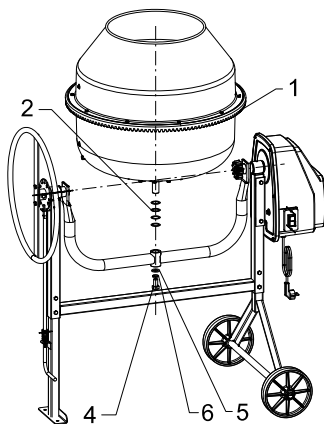

Рис. 12
Показателем для замены зубчатого венца служит износ зубьев зубчатого венца или наличие микротрещин зубчатого венца. При наличии незначительного износа зубчатого венца поз. 1 (рис. 12) зацепление возможно отрегулировать, изъев регулировочные шайбы поз. 2 и уменьшив образовавшийся зазор в зацеплении. Для этого необходимо:
- Отвернуть гаечным ключом болт поз. 4 (рис. 12), снять плоскую шайбу поз. 5 и пружинную поз. 6.
Установить на ось барабана с замененным венцом набор шайб поз. 2, установить ось барабана в стакан траверсы. Проверить зубчатое зацепление, сделав полный оборот барабана. При больших или меньших показателях необходимо добавить или изъять шайбы поз. 2. При достижении нужного зацепления собрать болт поз. 4 с шайбами поз. 5 и поз. 6 и завернуть болт в сборе с шайбами в отверстие оси. Проверить затяжку болта и вращение (рис. 12 и 13).